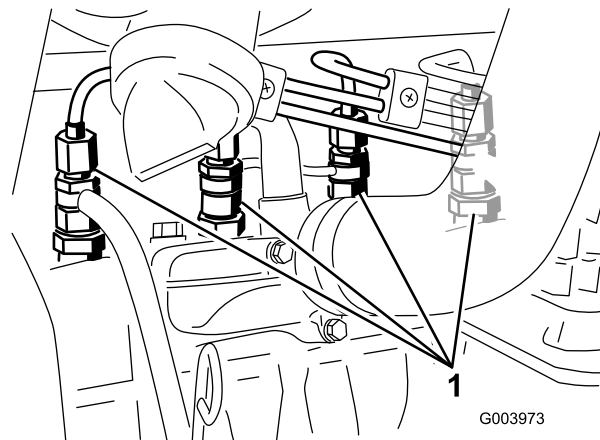

図 65
1. 燃料噴射ポンプの No.1インジェクタ・ノズル (図 65) へのパイプ接続部をゆるめる。